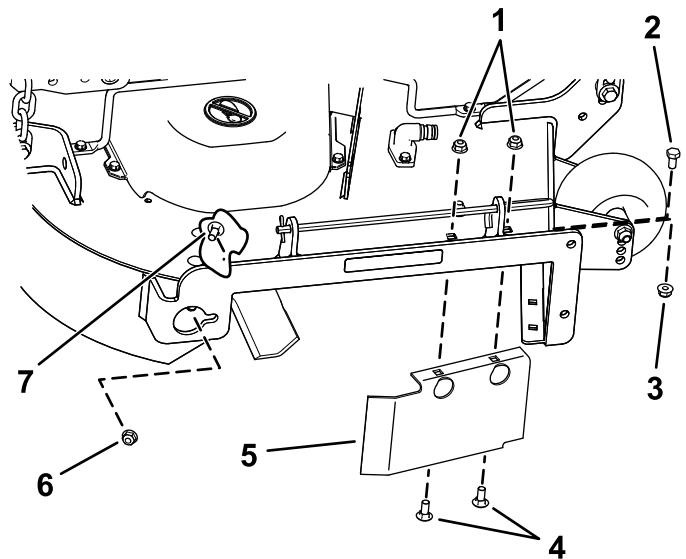

Figura 18
- Remova o parafuso de carroçaria (5/16 x ¾ pol.) e porca de bloqueio (5/16 pol.) na parede lateral da plataforma do cortador que prende o abafador à plataforma (Figura 18).
- Localize o resguardo do abafador na extremidade frontal da abertura de descarga lateral (Figura 18).
- Remova as fixações que prendem o resguardo do abafador e abafador direito à plataforma do cortador (Figura 18).
13. Instale as fixações previamente removidas nos furos frontais na placa de descarga e furo frontal na plataforma (Figura 18).